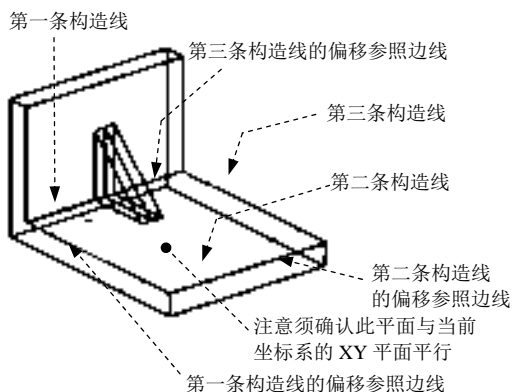
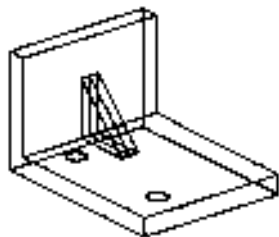
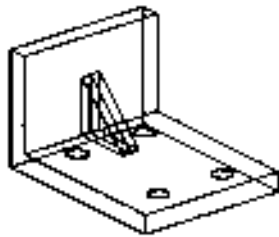
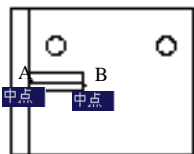

图 17.11.11 绘制三条构造线
图 17.11.12 绘制两个圆
图 17.11.13 圆的镜像
图 17.11.14 捕捉选择“中点”
(1) 绘制图 17.11.11 所示的三条构造线。
① 由于所有二维对象的创建、编辑、标注等操作只能在坐标系的 XY 平面内进行，所以须确认此时的坐标系的 XY 平面与图 17.11.11 所示的模型平面平行，这样才能在此平面内创建构造线；在“图层”工具栏中，选择“中心线层”图层；参照边线绘制第一条构造线；选择下拉菜单 **绘图(D)** → **构造线(L)** 命令，在命令行中输入字母 O 后按 Enter 键，接着输入偏移距离值 20 后按 Enter 键，单击图 17.11.11 中的第一条构造线的偏移参照，在该偏移参照边线右边的空白区域单击一点以确定偏移方向，按 Enter 键结束命令。
② 用相同的方法绘制第二条和第三条构造线，偏移距离值均为 15。
(2) 绘制图 17.11.12 所示的两个圆。将“图层”转换至“轮廓线层”图层；绘制第一个圆，选择下拉菜单 **绘图(D)** → **圆(C)** → **圆心、直径(D)** 命令，捕捉第一条构造线与第二条构造线的“交点”并单击，输入直径值 10 后按 Enter 键；绘制第二个圆，圆心为第一条构造线与第三条构造线的“交点”，直径值为 10。
(3) 镜像前面绘制的两个圆 (图 17.11.12)。为了方便镜像操作, 先切换视点, 选择下拉菜单 **视图(V)** → **三维视图(T)** → **前视(F)** 命令, 此时的观察方位如图 17.11.13 所示; 选择 **修改(M)** → **镜像(I)** 命令; 选取步骤 (2) 中绘制的两个圆, 按 Enter 键结束选择; 捕捉选取图 17.11.14 中的中点 A 点和 B 点, 在命令行中输入字母 N 后按 Enter 键。